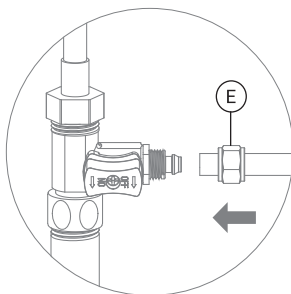
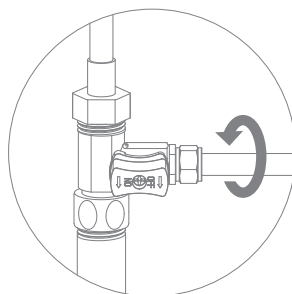

Рис. 6
Рис. 7
2. В гайку (Е) проденьте зеленую трубку (рис. 6). Конец трубки наденьте на штуцер адаптера-вентеля до упора и плотно накрутите гайку (рис. 7).